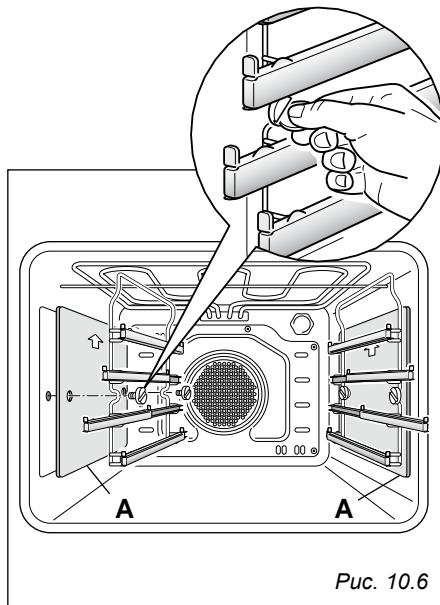

Рис. 10.6
- Установите скользящие полочки на стенах духового шкафа с помощью 2 винтов (Рис. 10.6).
- В случае оснащения моделей каталитическими панелями вставьте данные панели «А» стрелочкой вверх (Рис. 10.6).
- Отвинтите крепежные винты, выдвиньте скользящие полочки и каталитические прокладки (при наличии) на стенке духового шкафа, как показано на Рис. 10.6.